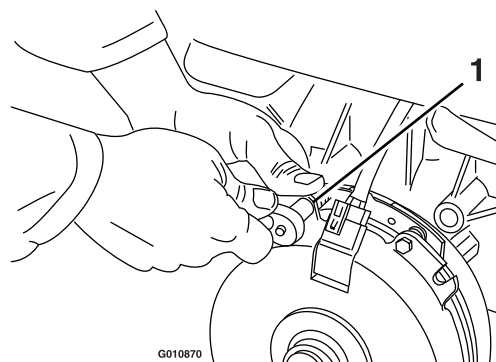

Figura 78
- Allentate entrambi i bulloni di montaggio del freno da 1/2 giro a un giro completo, come illustrato nella Figura 78.